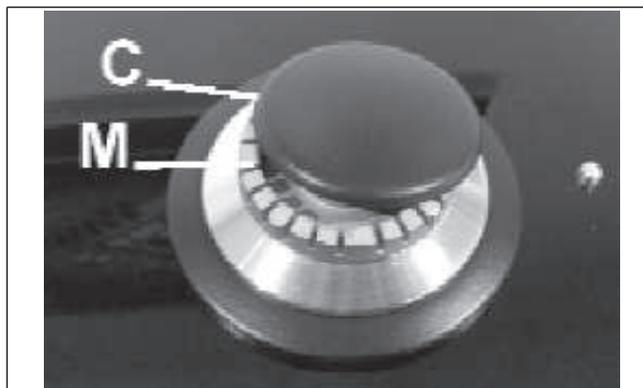

FIG. 6
Para mantener brillante la superficie de cristal, es fundamental lavarla después de cada uso utilizando agua jabonosa tibia, aclararla y secarla. Las rejillas esmaltadas, las tapas esmaltadas "C" y las cabezas de los quemadores "M" (ver fig. 6) deben lavarse del mismo modo.
- **Compruebe que las fisuras de las cabezas de los quemadores "M" (fig. 6) no estén obstruidas por cuerpos extraños.**
- **Asegúrese de que la tapa esmaltada "C" (fig. 6) esté colocada correctamente en la cabeza del quemador. Esto se verifica cuando la tapa colocada sobre la cabeza resulta perfectamente estable.**